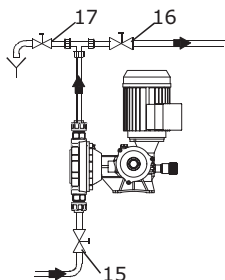

Рис. 15 Начальный пуск
1. Откройте всасывающий и нагнетательной запорные клапаны (15, 16), если они установлены (см. рис. 15).
2. Откройте клапан удаления воздуха (17), если он установлен на линии нагнетания или понизьте давление в линии нагнетания так, чтобы перекачиваемая среда могла выходить без преодоления противодействия.
- Закройте клапан удаления воздуха (17), если он установлен.